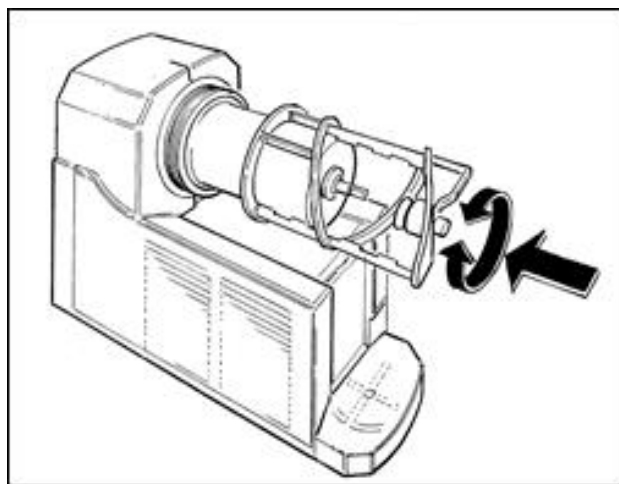

Fig. 14
- Rimontare il mescolatore e la guarnizione a ventosa avendo cura che il codolo frontale si incastri perfettamente con l'albero di rotazione (Fig. 14).